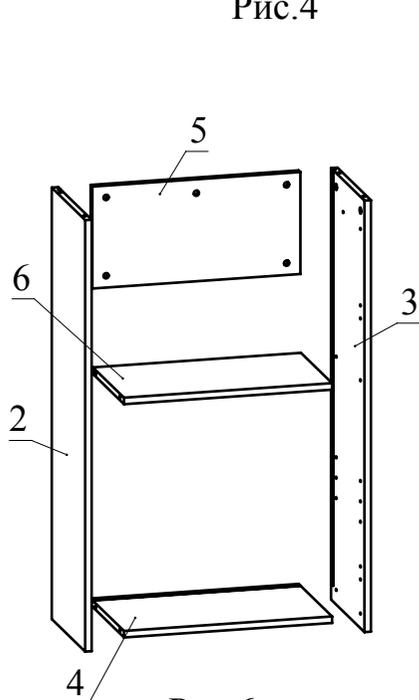

Рис.6
- Закрепите детали 4, 5, 6 между деталями 2, 3, затянув конфирматным ключом головки минификсов по часовой стрелке до упора (Рис. 6).